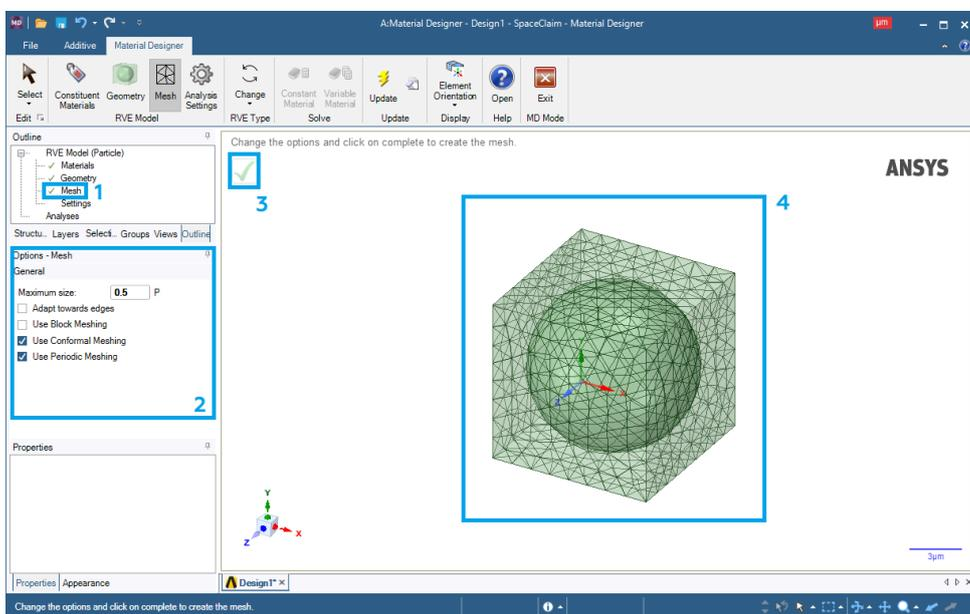

Рис. 8. Создание сетки объемного элемента
7. Сгенерируем сеточную модель объемного элемента (рис. 8). Нажимаем ЛКМ на **Mesh** (1) и задаем максимальный размер сеточного объемного элемента (2). Нажимаем на галочку (3) и видим на экране сгенерированную сетку (4) объемного элемента.